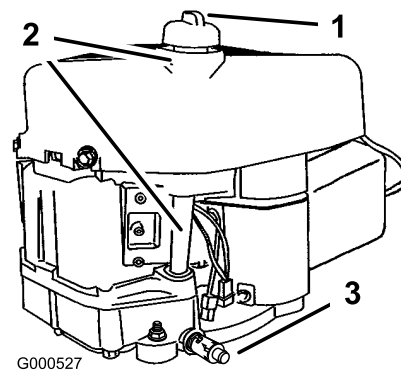

Bild 34
2. Reinigen Sie den Bereich um den Ölpeilstab (Bild 34), damit kein Schmutz in den Einfüllstutzen gelangen und den Motor beschädigen kann.
10. Reinigen Sie den Bereich um den Peilstab und drehen den Verschlussdeckel ab (Bild 34).
11. Gießen Sie ca. 80 % der angegebenen Ölmenge langsam in den Einfüllstutzen (Bild 34).